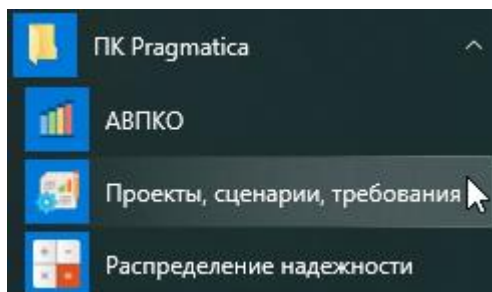

Рисунок 114 – Запуск модуля
1) В меню «Пуск» ОС Microsoft Windows в папке «ПК Pragmatica» выбрать пункт «Проекты, сценарии, требования» (рисунок 114), или запустить исполняемый файл «ReliabilityProjects» из папки установки ПК Pragmatica.